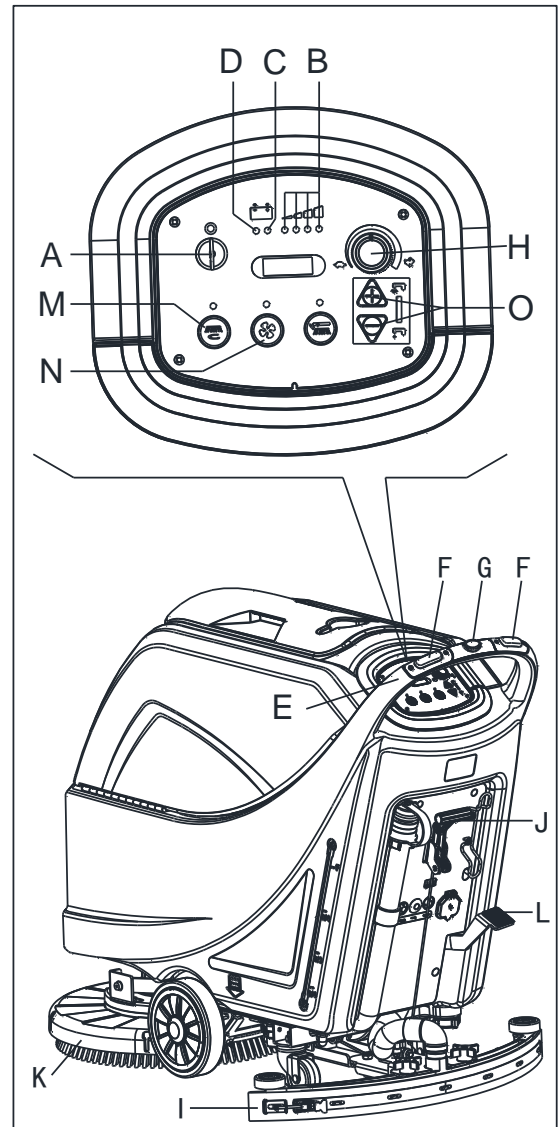

Рисунок 8
2. Вставьте ключ зажигания (А, Рисунок 8) и поверните на "I". Убедитесь, что зеленый предупредительный световой сигнал (В) включен (заряженная батарея). Если включился желтый (С) или красный предупредительный световой сигнал (D), поверните ключ зажигания обратно на "0" и зарядите батареи (смотрите процедуру в главе Обслуживание).
- Толкая ее руками на рукоятке (Е) и нажимая на переключатель (F) для движения вперед, или нажимая на переключатель (F) вместе с переключателем (G) для движения назад (только для машин с тяговым усилением). Передняя скорость может регулироваться при помощи регулировки (Н).
4. Опустите швабру (I) при помощи рычага (J).
5. Опустите настил щетки/штатива подкладки (K), подняв педаль (L). (только для дисковой машины)
6. Нажмите переключатель щетки/штатива подкладки (M) и вакуумный системный переключатель (N).
7. Нажмите на контрольные переключатели подачи воды (O) как это необходимо, в зависимости от типа уборки.
- (только для машин без тягового усиления) толкая машину руками на рукоятке (Е) и нажимая на переключатель (F).
- (только для машин с тяговым усилением) толкая машину руками на рукоятке (E) и нажимая на переключатель (F). При необходимости передняя скорость может регулироваться при помощи регулировки (H).
1. Опустите вниз настил держателя щетки нажатием переключателя держателя щетки (M Рисунок 8)
2. Удерживая обе руки на рукоятке, нажмите переключатель безопасности (F, Рисунок 8), а затем маневрируйте машиной и начните чистку скребком/сушкой пола.